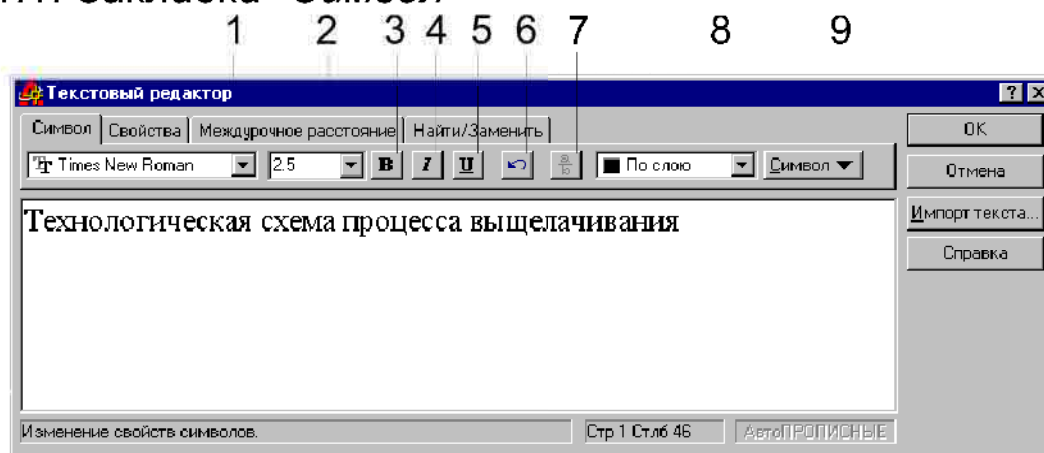

Рис. 7.4. Закладка “Символ” текстового редактора AutoCAD.
3. На экране появится встроенный в AutoCAD текстовый редактор (см. рис. 7.4), в котором следует набрать и отредактировать текст, а затем щелкнуть по кнопке ОК.